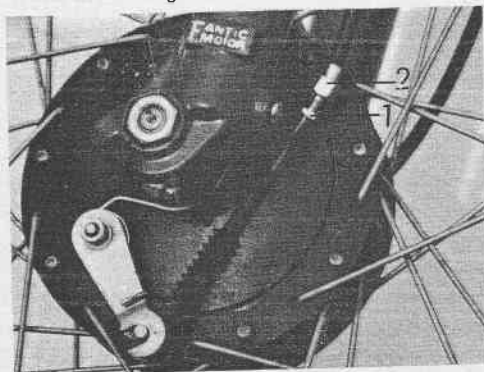

Fig. 39 - Mozzo
- Sbloccare il controdado 1, ruotare il regolafilo nel senso indicato in Fig. 39 e staccare la trasmissione freno anteriore dalla levetta freno.